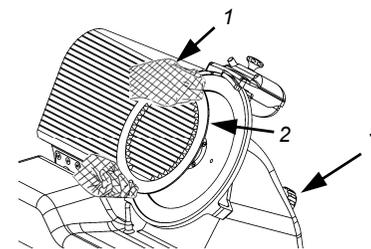

Abb. 48
4. Die Maske (b) auf das Schneideblatt setzen und mit dem Ring (Abb. 48 Detail c) zusammenpassen;
ACHTUNG: Für die Reinigung des Schneideblatts benötigt man ein Paar Metallhandschuhe (1) (Abb.48) und ein feuchtes Tuch.
- Den Drehgriff des Abdeckungs zugbolzens (3) loslösen und die Messerabdeckung (2) abnehmen (Abb. 48). Nun kann das Schneideblatt gereinigt werden (Abb. 49). Zum Reinigen der Hinterseite des Schneideblatts und des Ringes wie folgt vorgehen:
- die Abdeckung abnehmen (Abb. 48);